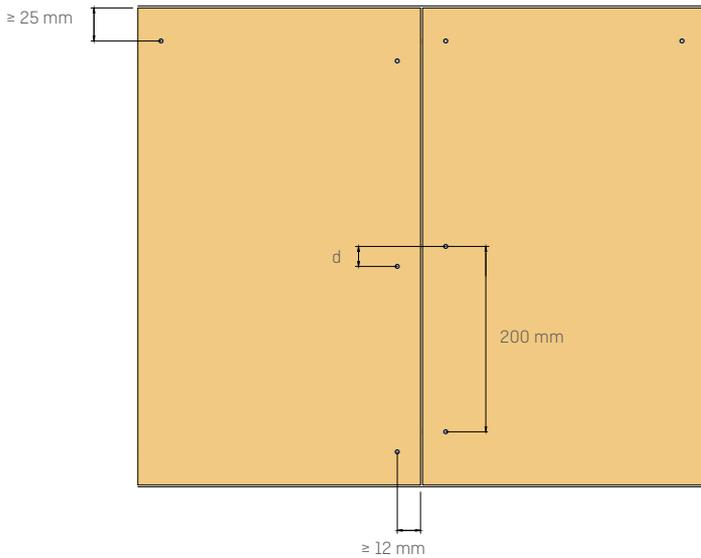

ABBILDUNG 20: Befestigung der Paneele an den Metallprofilen
4.2. Anbringung der Paneele an der Metallkonstruktion aller Profile mit Schrauben im Abstand von jeweils höchstens 200 mm (MDF-Platten sollten vorgebohrt werden, wenn der Durchmesser 1 mm geringer als der Schraubendurchmesser ist) oder mit doppelseitigem Klebeband. (Abb. 20)